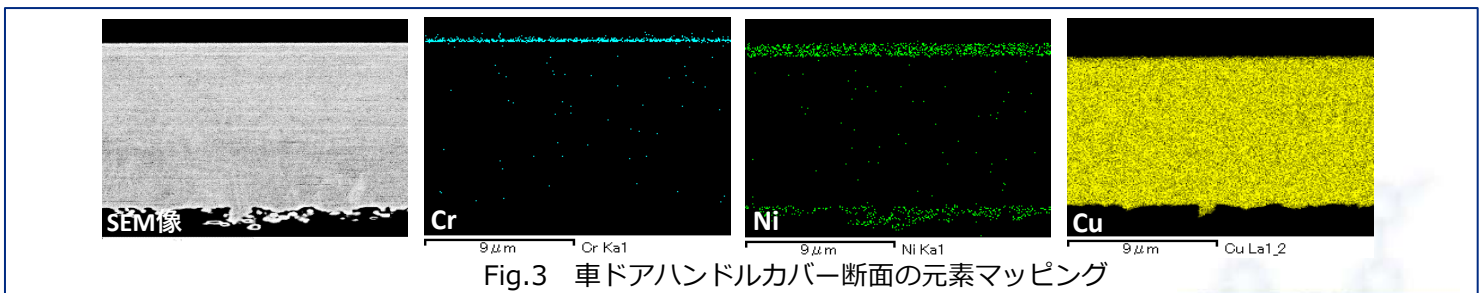

Fig.3 車ドアハンドルカバー断面の元素マッピング
■めっき部分の断面について元素マッピングを行った結果、下地が厚い銅めっきで、これの上にニッケルめっき、その上にクロムめっきを施したものであることが確認されました(Fig.3)。尚、銅と樹脂の界面にニッケルが分布していますが、これは樹脂と銅めっきの密着を良くするため、樹脂表面に無電解ニッケルめっきを施しているためです。